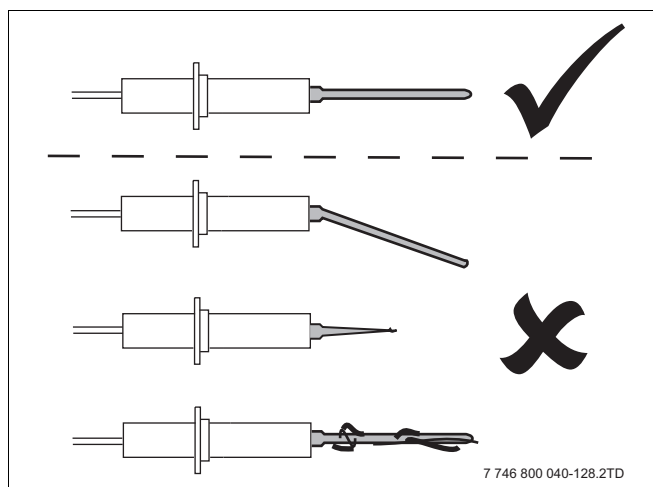
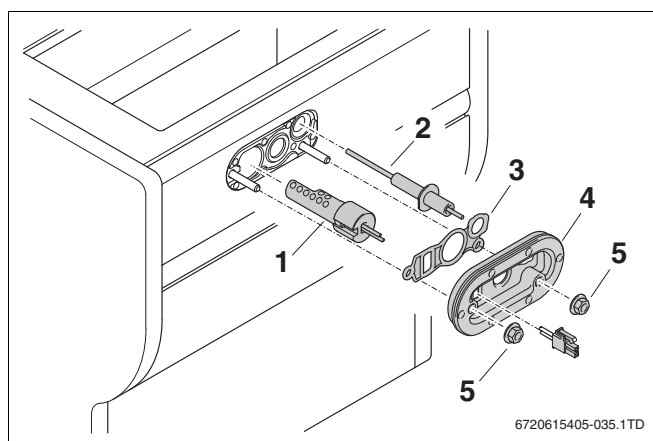

Fig. 106 Kontrol af ioniseringselektroden
Fig. 107 Udskiftning af tændingsenheden
- Hvert 4. år skal gummipakningen (fig. 107, pos. 3) og afdækningspladen med pakning (fig. 107, pos. 4) udskiftes.
- Kontrollér tændingsenhedens separate dele (fig. 107) for slid, skader eller snavs (fig. 106).